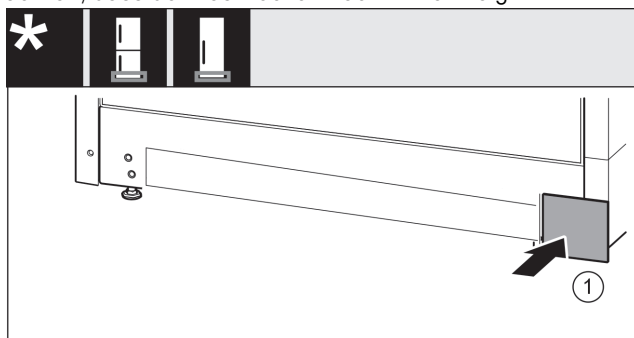

Fig. 50
- ▶ Abdeckung Fig. 50 (1) auf der anderen Seite wieder aufsetzen.